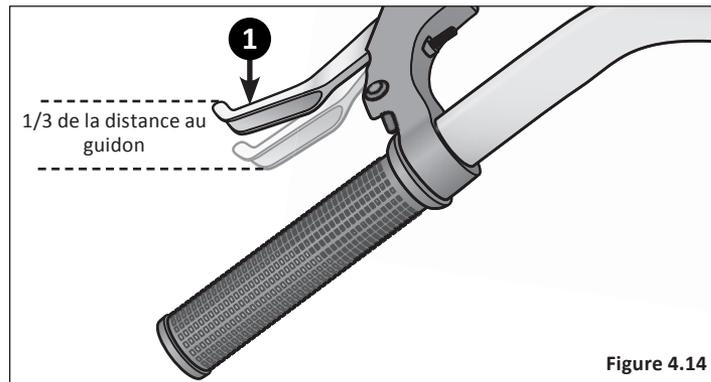

Figure 4.14
- ❶ Après avoir réglé le frein, appuyez plusieurs fois sur le levier de frein aussi fort que possible et inspectez à nouveau les patins de frein, le centrage et la course du levier de frein. Si les patins de frein ne sont plus à l'équerre avec la jante, répétez les réglages du patin de frein. **Figure 4.14**
- ❷ Assurez-vous que les patins de frein reviennent à une position centrée en faisant tourner la roue et en écoutant pour déceler si le patin de frein frotte contre la jante de chaque côté. Réglez de nouveau, le cas échéant.
- ❸ Vérifiez que la tension du câble de frein autorise le levier de frein à environ 1/3 de la course avant que les patins de frein n'entrent en contact avec la jante. Si le câble s'est étiré ou qu'il a glissé, réajustez la tension du câble de frein en desserrant le boulon d'ancrage du câble et en tirant plus de câble à travers l'ancre ou en utilisant des barillettes de réglage de frein pour régler avec précision la tension du câble de frein.